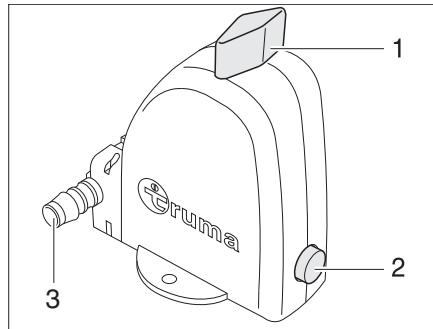

Fig. 230 Valve de sécurité et de vidange du chauffe-eau - Position de fonctionnement
Le chauffe-eau est équipé d'une valve de sécurité et de vidange (Fig. 230). La valve de sécurité et de vidange empêche que l'eau ne gèle dans le chauffe-eau lorsque le chauffage n'est pas allumé en cas de gel.
- ▷ Veiller à ce que la tubulure d'évacuation (Fig. 230,3) de la valve de sécurité et de vidange ne soit jamais obturée (p. ex. par des feuilles, du gel).
- Contrôler si l'interrupteur rotatif (Fig. 230,1) est en position "Fonctionnement" et est verrouillé.
- Actionner le bouton-poussoir (Fig. 230,2), la vanne de vidange est fermée.